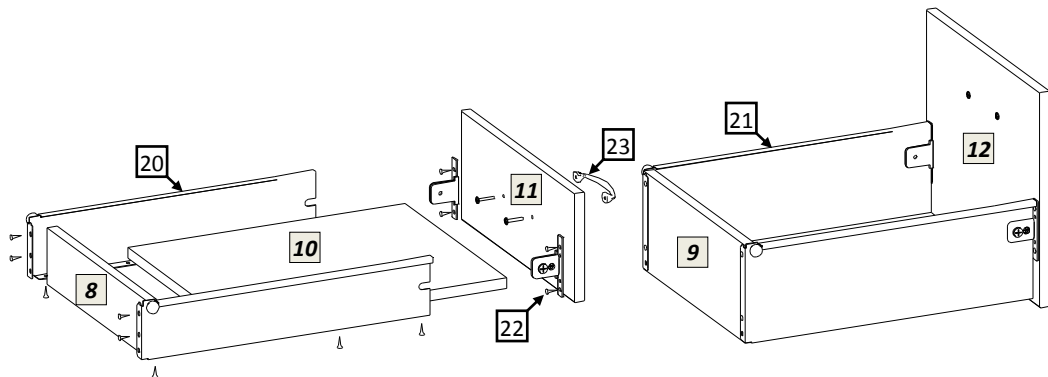

рис.2
- 5.4 Сборка выдвигающих ящиков. Схема сборки ящиков показана на рис.2. Шурупами 4x16 соедините заднюю стенку, днище ящика и его фасад с металлическими боковинами направляющего механизма. На фасад ящика установите ручку.